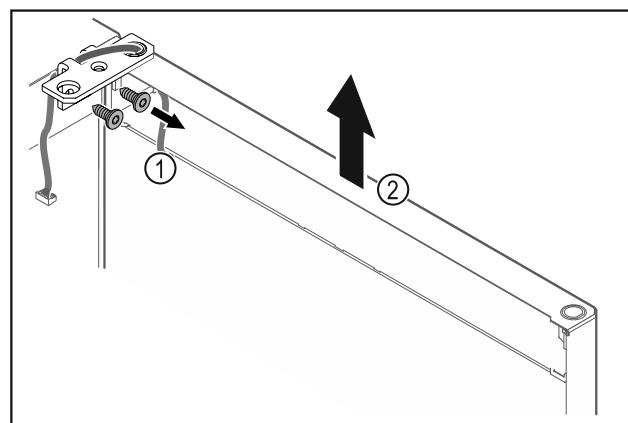

Fig. 24
► Отвинтите шарнирные уголки Fig. 24 (1).
► Дверь вместе с шарнирными уголками поднимите строго вертикально вверх Fig. 24 (2) приблизительно на 200 мм и снимите.